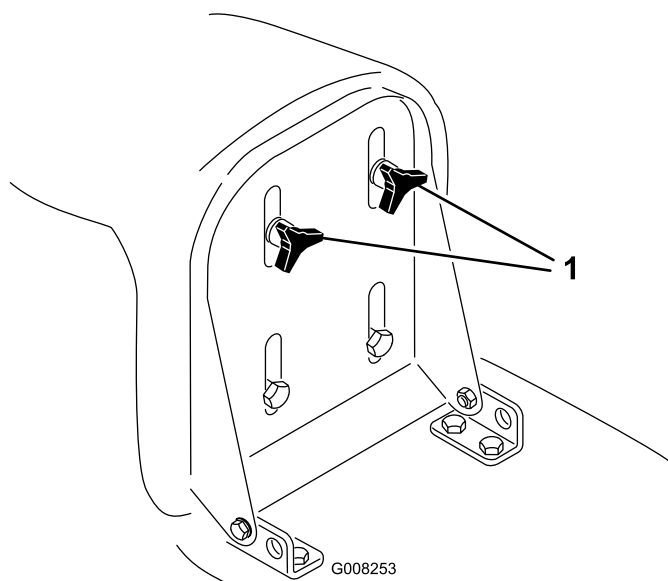

Bild 4
1. Klappen Sie den Sitz hoch und lösen Sie die Einstellhandräder (Bild 4).